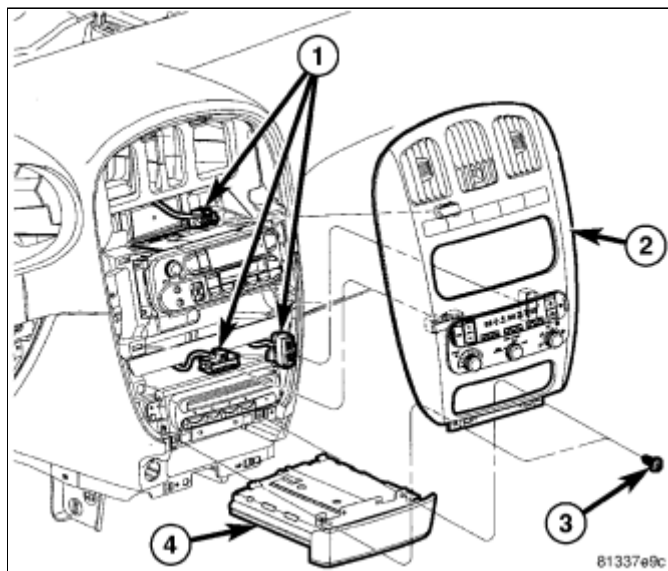

图 1 托盘，杯托
4. 将杯托总成向后放置，使得后导轨螺栓和仪表板分离(图 1)。